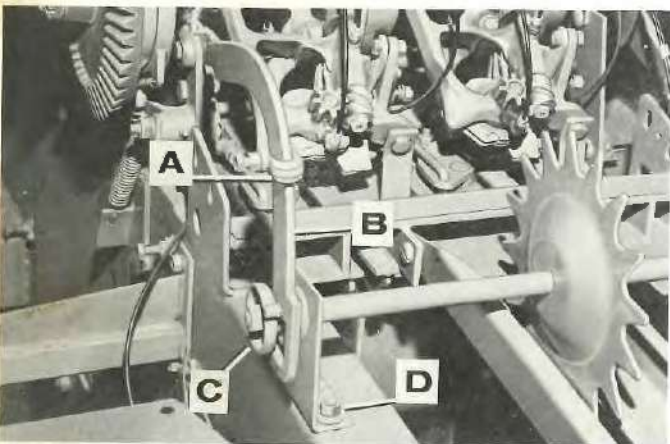

FIG. 18
## LONGUEUR DES BALLES (FIG. 18)
1. Placer le bras de déclenchement de la roue de mesure dans la position montrée (Fig. 18) avec l'étrier des aiguilles dans la position la plus en arrière.
4. Régler les supports de la roue de mesure aux boulons (D, Fig. 18) de telle manière qu'il y ait un jeu de 3 mm entre le bras de déclenchement et le galet (B & C, Fig. 18).